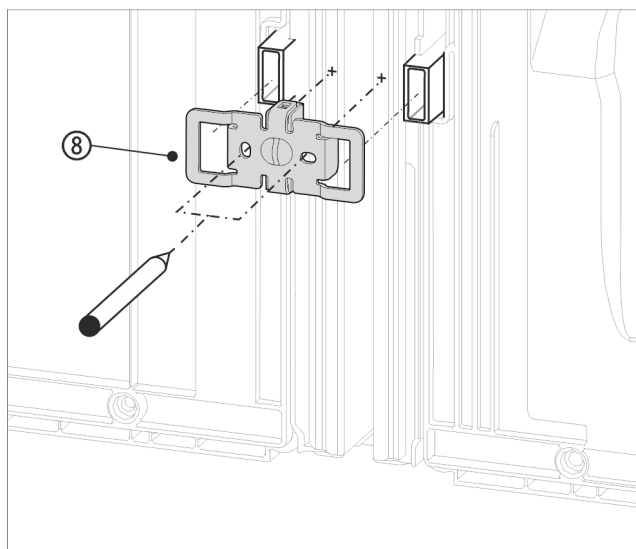

Fig. 14 Zobrazení příkladu
- Úhelník Fig. 14 (8) zasuněte vybráním přes úchyt pro vyme-zovač odstupu od stěny.